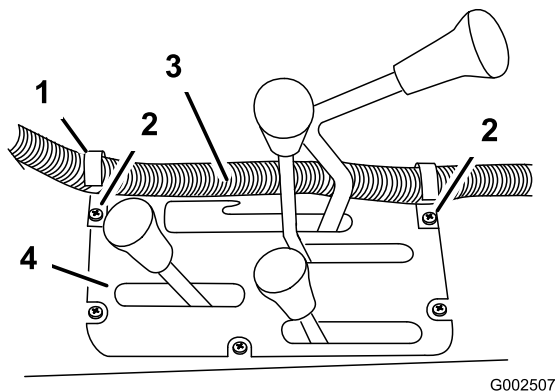

図 16
4. 既存のねじを使って、センターコンソールの 図 16 に示す位置に、Jクリップ 2 個を取り付ける。